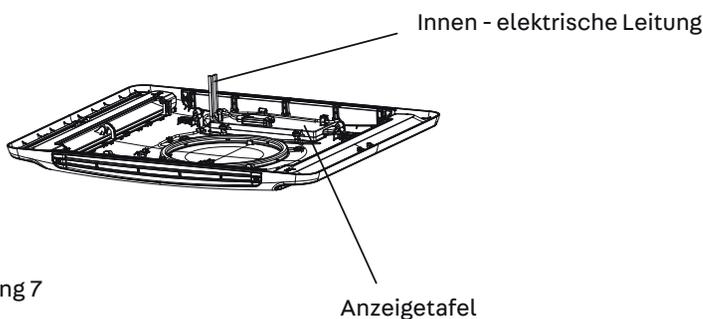

Abbildung 7
2. Wie in Abb.7 gezeigt, hat die Inneneinheit einen Satz von Steuersignaldrähten mit insgesamt 1 Verdrahtungsklemme.